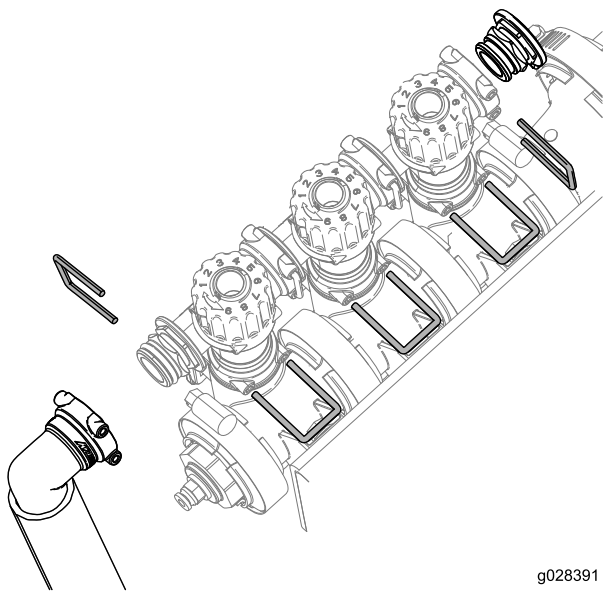

図 4
3. バイパス調整アセンブリ、エンドキャップ、フィッティングホースアセンブリを保持しているリテーナを 図4 のように外す。